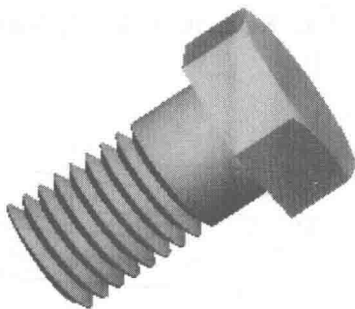

图 1-30
(6) 单击草绘命令工具栏中的  按钮, 单击 DIRECTION 菜单中的 Okay 命令。单击鼠标中键, 完成特征的建立, 结果如图 1-30 所示。